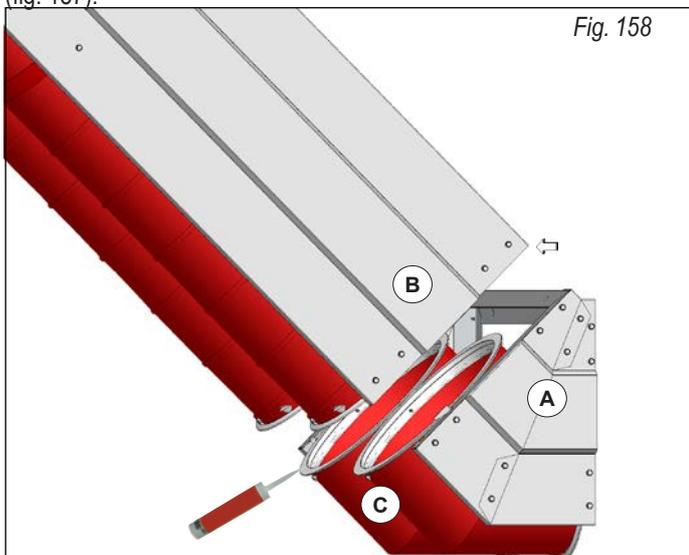
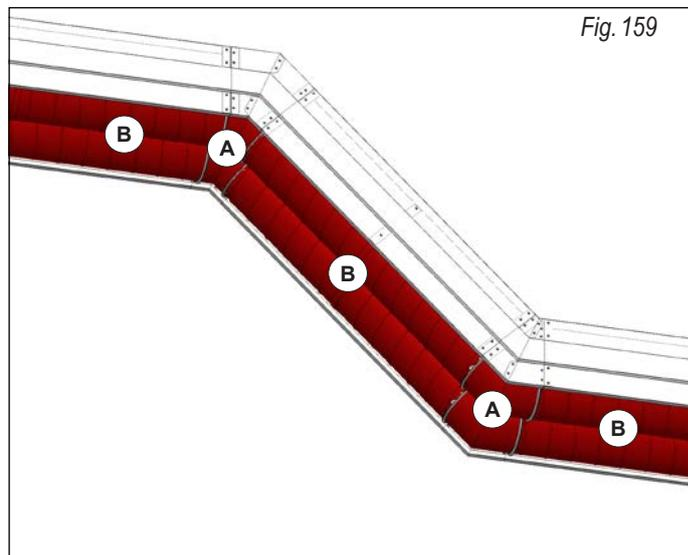

Fig. 158
Fig. 159
Enganche el kit de variación de altura (A) con el conducto radiante (B) a través de la pestaña macho y el ojal (fig. 159), como se explicó anteriormente.
Enganche la segunda parte de la dimensión variación kit (A) con la unidad de cinta anterior radiante (B) a través de la pieza de la nariz y la ranura. Enganche finalmente el kit para la cinta módulo radiante siguiente (B) a través de la pieza de la nariz y la ranura (fig. 158) terminando así la variación de altura hacia abajo (fig. 159).